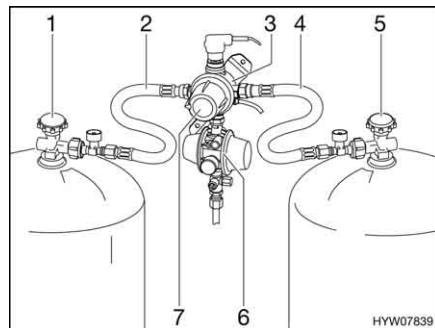
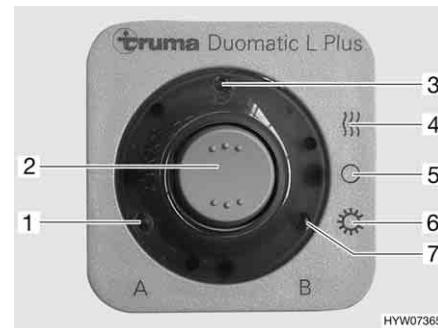

Fig. 123 Impianto di commutazione DuoComfort
Fig. 124 Centralina di controllo
L'impianto di commutazione DuoComfort è costituito da una valvola di commutazione (Fig. 123,3) e da una centralina di controllo (Fig. 124). Il regolatore centrale è montato tra il regolatore di pressione del gas (Fig. 123,6) e i tubi del gas (Fig. 123,2 e 4). Con la manopola (Fig. 123,7) sulla valvola di commutazione è possibile stabilire, quale delle bombole del gas viene utilizzata come bombola in uso e quale bombola del gas viene utilizzata come bombola di riserva.
Sulla centralina di controllo (Fig. 124) possono venire azionate solo le funzioni elettriche. Le valvole principali di arresto delle bombole del gas (Fig. 123,1 e 5) devono essere aperti manualmente.
- Aprire le valvole principali di arresto delle bombole del gas (Fig. 123,1 e 5).
- Con la manopola (Fig. 123,7) sul regolatore (Fig. 123,3) selezionare la bombola del gas, da cui proviene la principale alimentazione del gas (bomba in uso). Girare la manopola fino all'arresto.
- Sulla centralina di controllo (Fig. 124) attivare l'impianto di commutazione DuoComfort.
Posizionare l'interruttore a bilico (Fig. 124,2) su funzionamento invernale "On e riscaldamento" (Fig. 124,4) oppure su funzionamento estivo "On" (Fig. 124,6). La valvola di commutazione è ora disareata. L'indicazione di funzionamento (Fig. 124,3) si accende.
- Portare l'interruttore a bilico (Fig. 124,2) in posizione "O" (Fig. 124,5). L'indicazione di funzionamento (Fig. 124,3) si spegne.
- Chiudere le valvole principali di arresto delle bombole del gas (Fig. 123,1 e 5).
Le spie di controllo sulla centralina di controllo (Fig. 124,1 e 7) segnalano all'interno del veicolo, se le bombole del gas sono pronte al funzionamento.